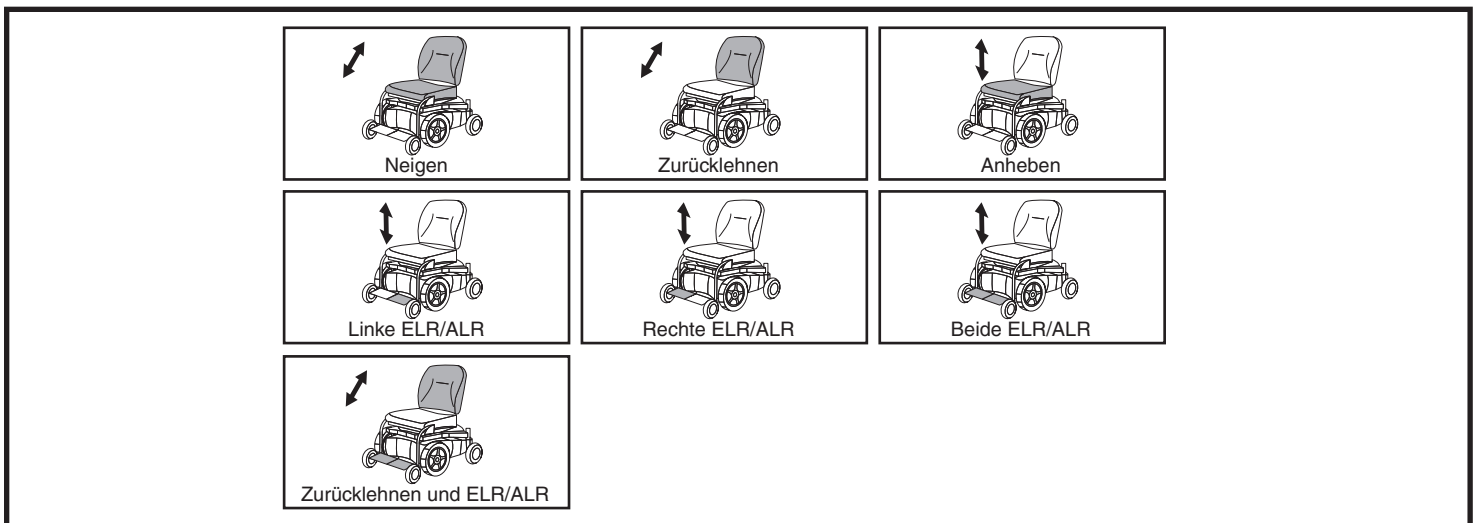

Abbildung 4. Stellantriebsbildschirme
2. Drücken Sie die Modustaste, um den Stellantriebsbildschirm anzuzeigen. **Siehe Abbildung 4.**